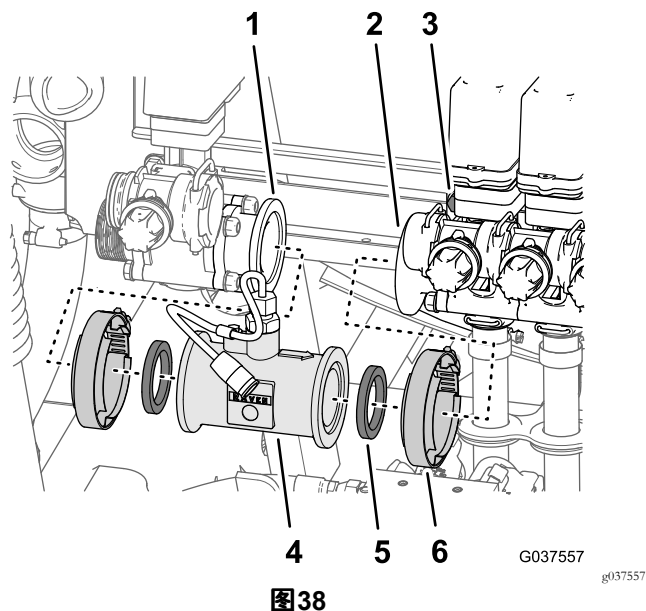

图38
1. 取下将流量表固定到搅拌控制阀和左喷洒臂段阀的法兰上的 2 个法兰夹具 图38。
2. 从机器上拆下 2 个垫片和流量表 图38。
注意 如果需要松开将 3 个喷洒臂段阀固定至阀门支架的 4 个凸缘头螺栓和 4 个凸缘锁紧螺母 图38。